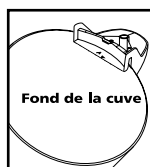

FIGURE 4
6. Poser la gorge du pied sur le rebord de la cuve, puis pousser sur le pied jusqu'à ce qu'il soit ajusté bien serré contre le fond de la cuve **FIGURE 4**.